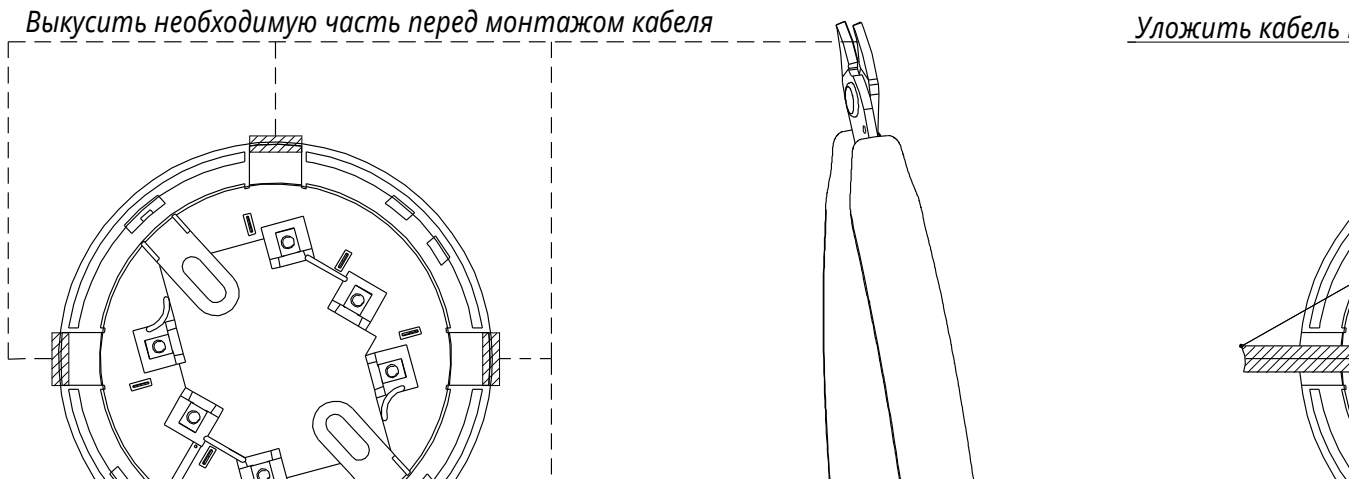

Рисунок 1
3.1 При размещении и монтаже извещателей необходимо руководствоваться требованиями ДСТУ-Н СЕН/ТС 54-14 и ДБН В.2.5-56. Для монтажа извещателя необходимо базу отсоединить от извещателя, вырезать в ней нужное количество пазов для провода (см. Рис. 1) и закрепить ее на потолке помещения с помощью дюбелей и винтов. Подключение извещателей проводится согласно схеме, приведенной на рисунке 2. Рекомендуемое сечение проводов от 0,28 до 1,0 мм². Перед проверкой работоспособности и началом эксплуатации извещателя нужно снять защитный колпачок.